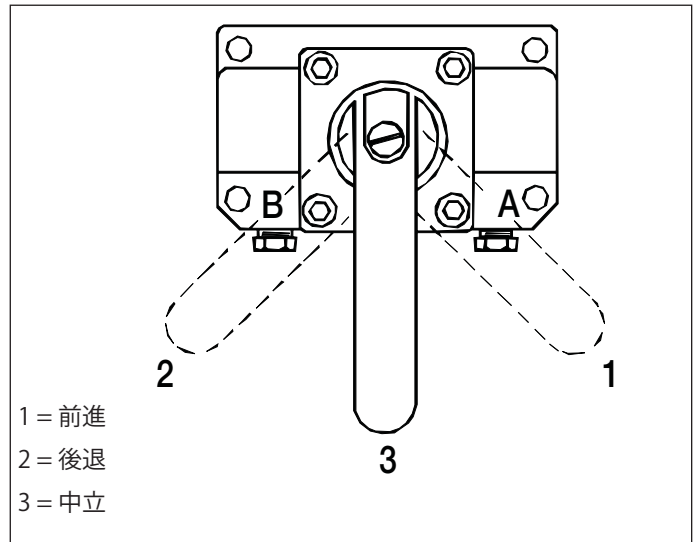
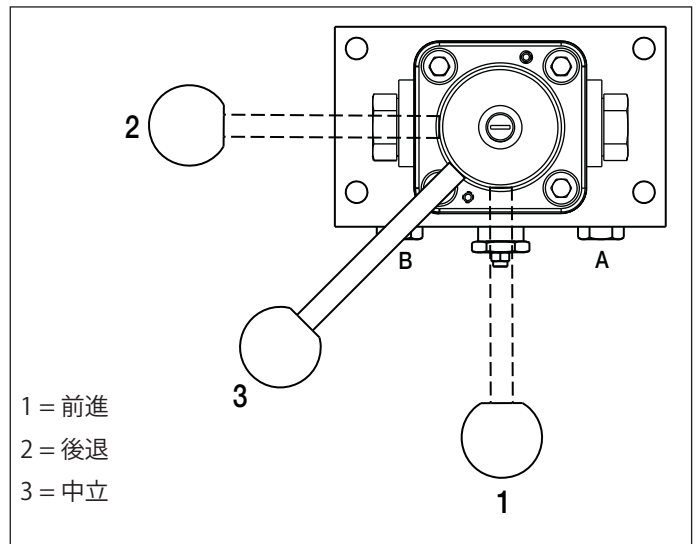

図11、バルブハンドル位置、VM33、VM33L、VM43、VM43L
図12、バルブハンドル位置、VM33M、VM43M
4. バルブハンドルを中立位置(「3」)まで回します。VM33およびVM43バルブのハンドル位置は図11を参照してください。VM33MおよびVM43Mバルブのハンドル位置は図12を参照してください。
4. バルブハンドルを中立位置(「3」)まで回します。バルブの位置については図11を参照してください。